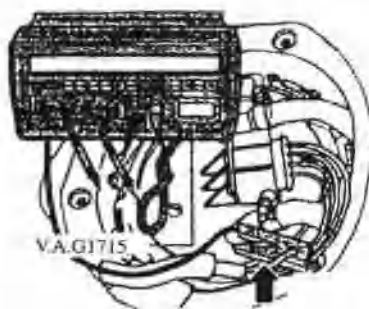

图 2.28 检查喷油器的电流
- 如果达到规定输油量,但仍怀疑供油系统存在故障时(例如间断供油),应按下述方法检查燃油泵的电流:连接上所有断开的油管,用装在绝缘护套内的绿(黄)色导线线夹连接万用表 V.A.G1715,如图 2.28 所示,启动发动机并以怠速运转,测量燃油泵的电流,其规定值不大于 8A。如果电流超过规定值,说明燃油泵失效,应予以更换。